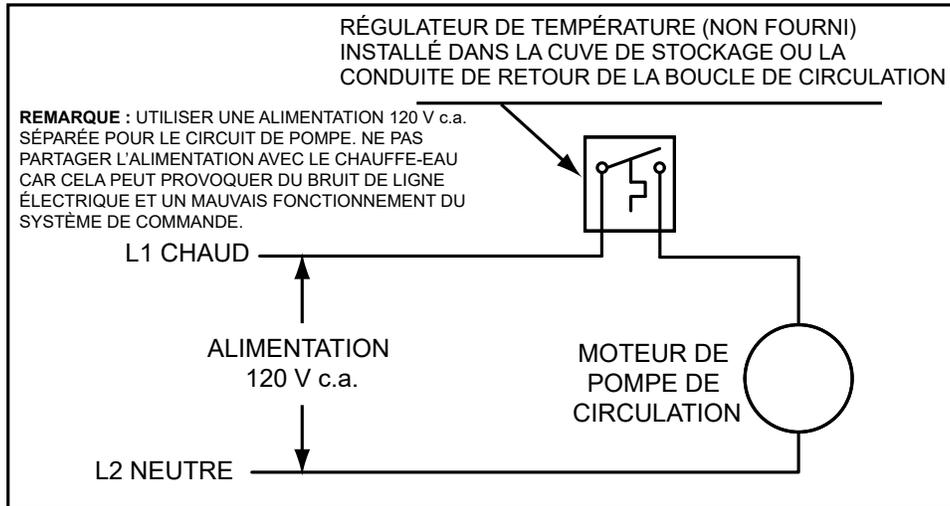

Figure 70. Schéma de câblage de la pompe de circulation – Recirculation de cuve de stockage ou de bâtiment
6. Si une pompe est installée entre un chauffe-eau et une cuve de stockage ou sur un circuit de recirculation du bâtiment comme à la *Figure 70* (page 72).